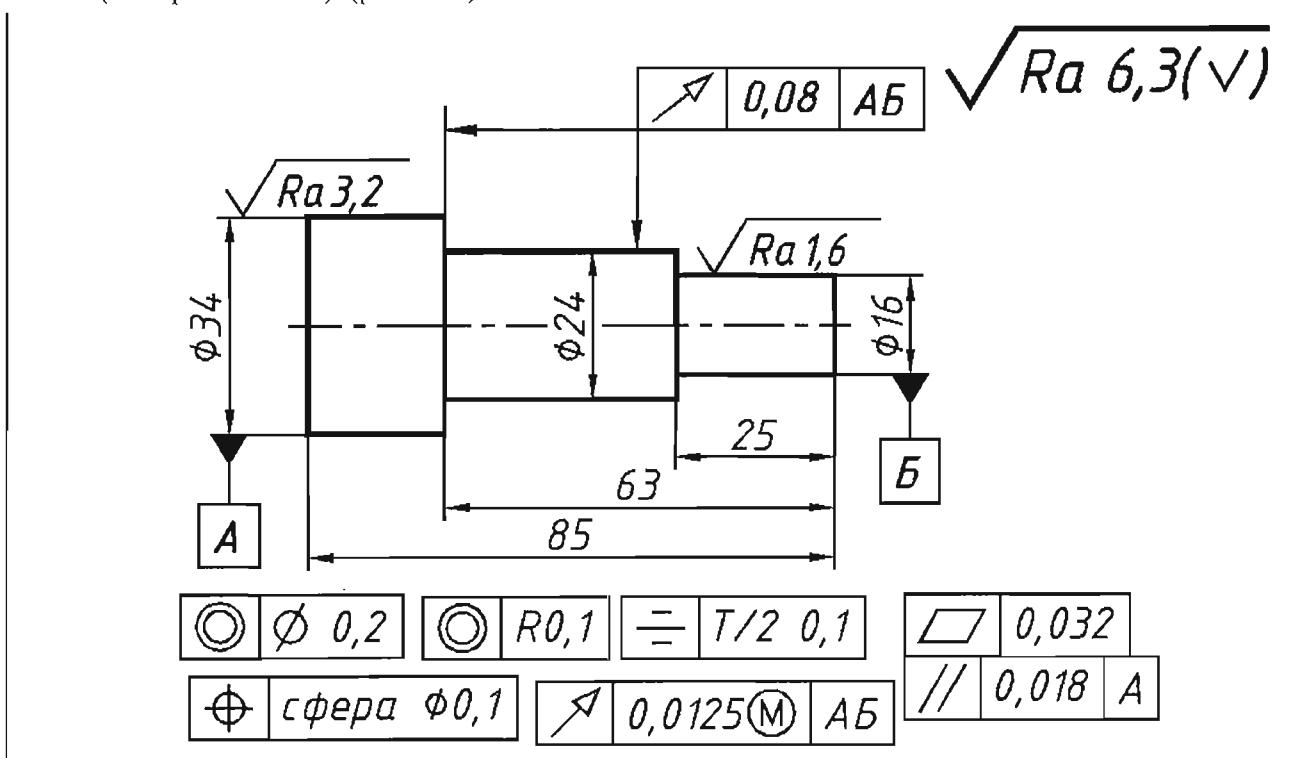

Рис. 11.4. Чертеж вала. Допуски формы и расположения поверхностей
11.2.4. Начертить вал, проставить размеры и знаки шероховатости. Проставить допуски формы и расположения поверхностей. Соединительные линии начертить с использованием инструмента Quick Leader (Быстрая выноска). (рис. 11.4).